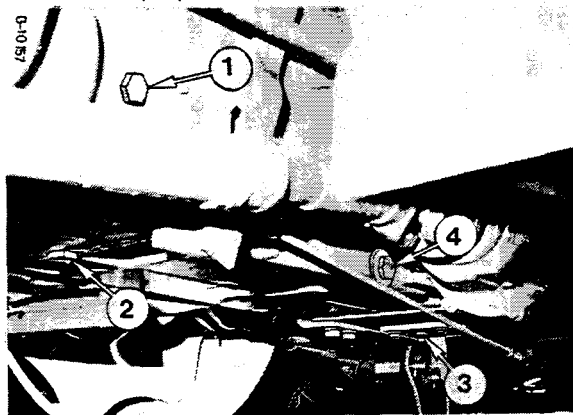

Figure 83
Vérifiez le niveau d'huile lorsque le tracteur est sur un terrain plat. Retirez le bouchon de niveau (1) Fig. 83.
Otez les bouchons (1 à 4) Fig. 83 lorsque l'huile est encore chaude et laissez-la s'écouler dans des récipients appropriés.